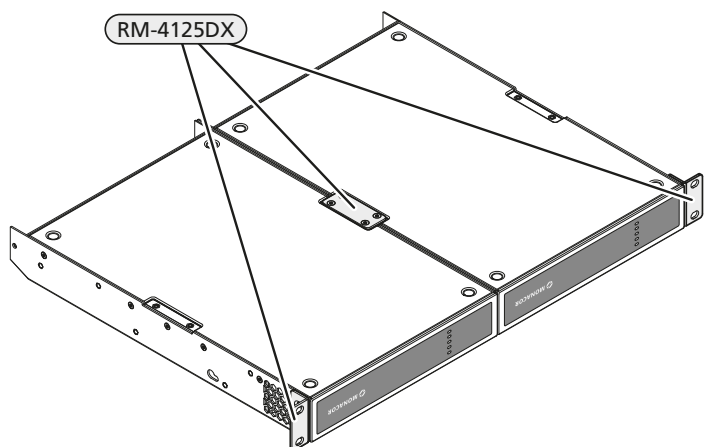

Abb. 7 Verbindungsplatte und Rackmontagewinkel
- 5) Die Verbindungsplatte und die Rackmontagewinkel festschrauben (Abb. 7).